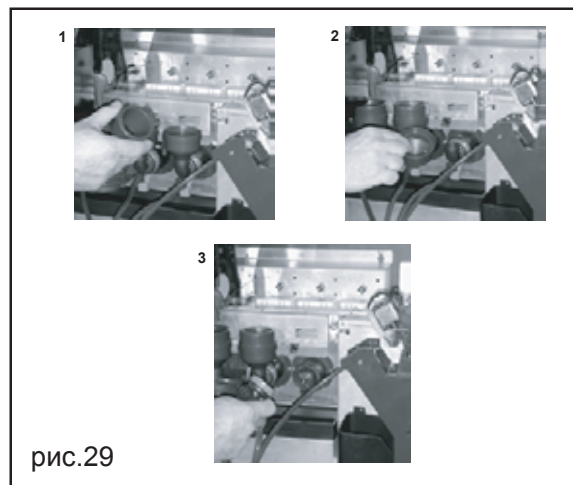

рис.29
- снимите все части диспенсоров и трубки; и также опустите их в раствор (рис. 29).